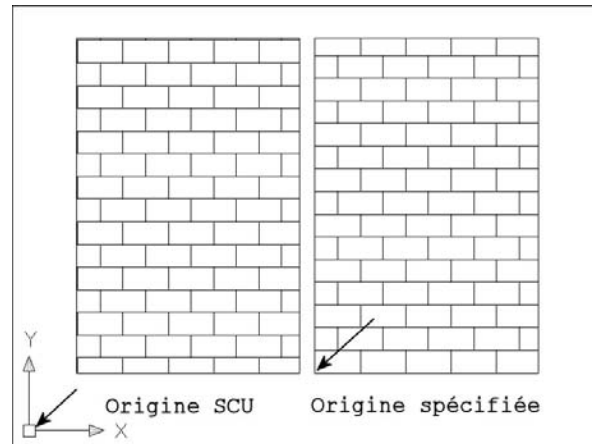

Fig.8.2
- 4 Sélectionner éventuellement l'origine pour le hachurage. Par défaut AutoCAD calcule le motif des hachures à partir de l'origine du système de coordonnées SCU. En fonction du motif utilisé (par exemple des briques) il peut être intéressant de spécifier une autre origine. Il suffit pour cela d'activer le champ **Origine spécifiée** (Specified origin) puis de cliquer sur le bouton **Cliquer pour définir une nouvelle origine** (Click to set new origin) qui permet de pointer dans le dessin (fig.8.2).